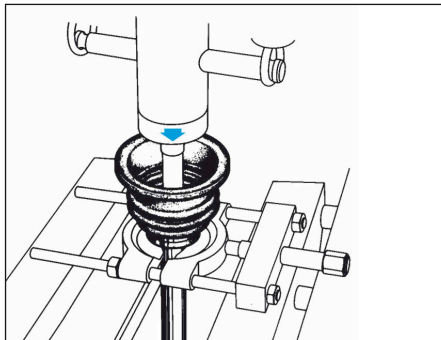

FIG.4
- l'ensemble roulement et soufflet de l'arbre de transmission de la même manière que pour le tripode (Fig.4).